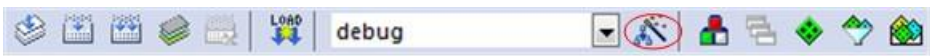
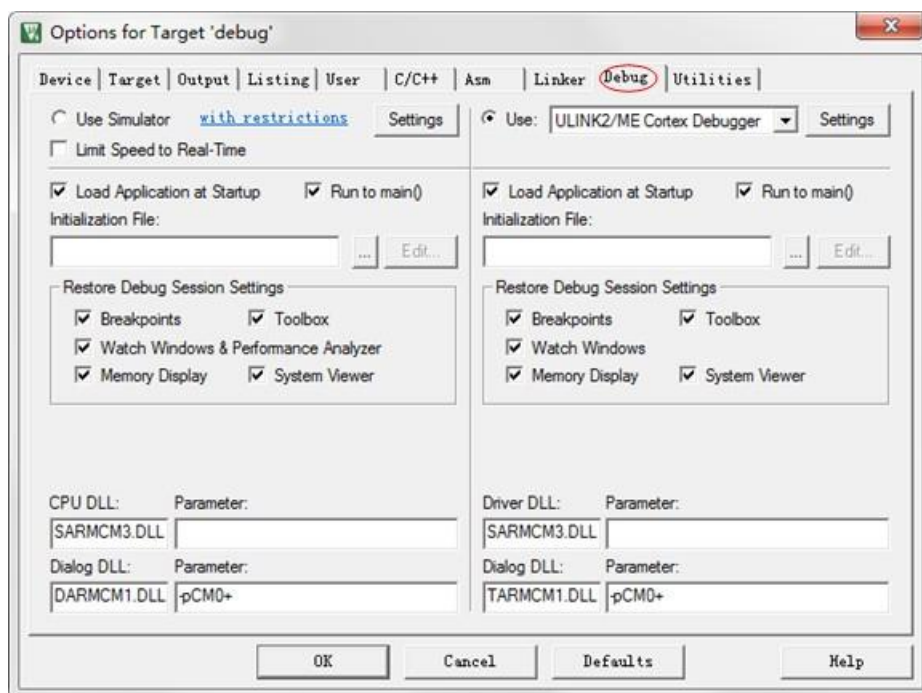

图 4.2 进入工程设置
图 4.3 工程配置窗口
(1) 点击如图 4.2 所示的【Target Options】图标，弹出工程的配置窗口，切换到【Debug】设置页面，如图 4.3 所示。